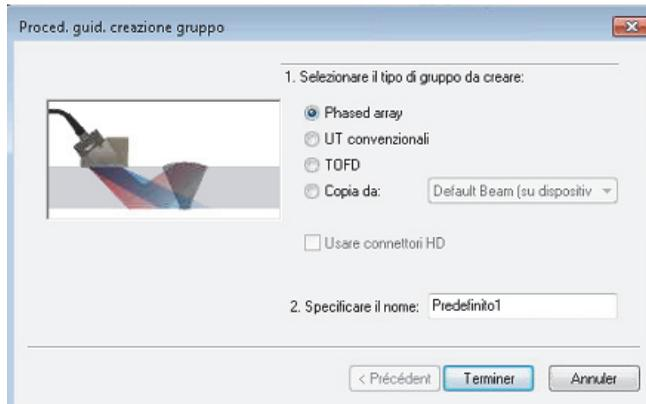

Figura 4-4 Finestra di dialogo Proced. guid. creazione gruppo
2. Nella finestra di dialogo **Proced. guid. creazione gruppo** che appare (vedi Figura 4-4 a pagina 105):